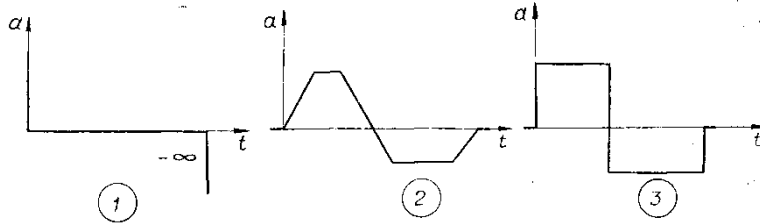

рис. 6.19
42. На рис. 6.19 для трех кулачковых механизмов изображены диаграммы изменения по времени ускорения толкателя на участке подъема. Какой из этих механизмов работает с мягкими ударами?
43. На рис. 6.19 для трех кулачковых механизмов изображены диаграммы изменения по «времени ускорения толкателя на участке подъема. Какой из этих механизмов считается безударным?
44. На рис. 6.19 для трех кулачковых механизмов изображены диаграммы изменения по времени ускорения толкателя на участке подъема. Какой из этих механизмов работает с жесткими ударами?